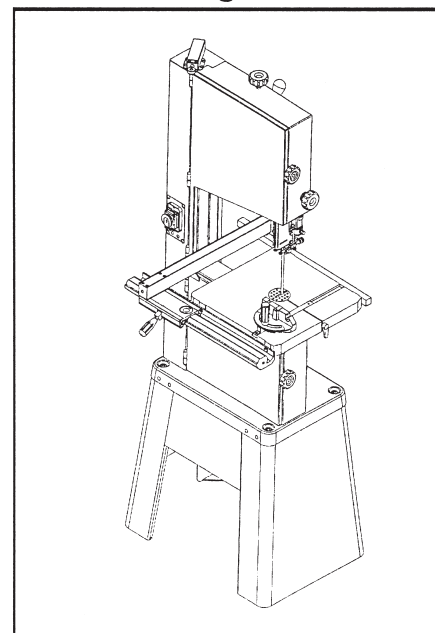

Fig. 2
3. A l'aide d'une seconde personne, posez le bâti principal sur le ☐ piétement. Voir Fig. 2